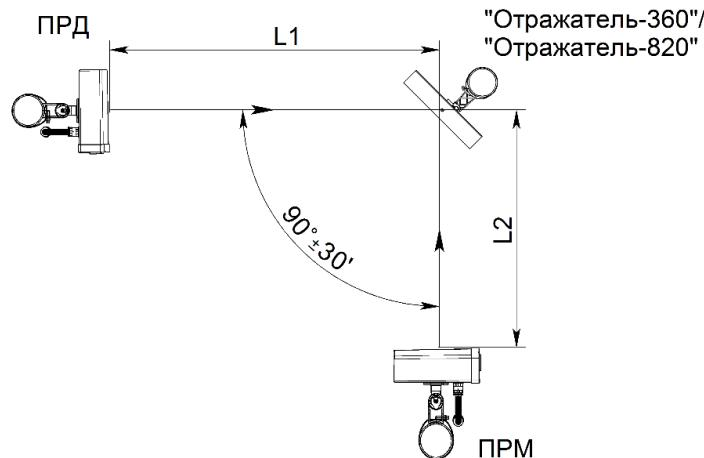

Рисунок 2.14 – Установка извещателей с применением отражателя «Отражатель-360» («Отражатель-820»)
2.3.9.2 При работе извещателей с «Отражателем-360» (см. рисунок 2.14) суммарная длина зоны обнаружения  $L_1+L_2$  (где  $L_1$  – расстояние между блоком ПРД и отражателем,  $L_2$  – расстояние между отражателем и блоком ПРМ) не должна превышать: